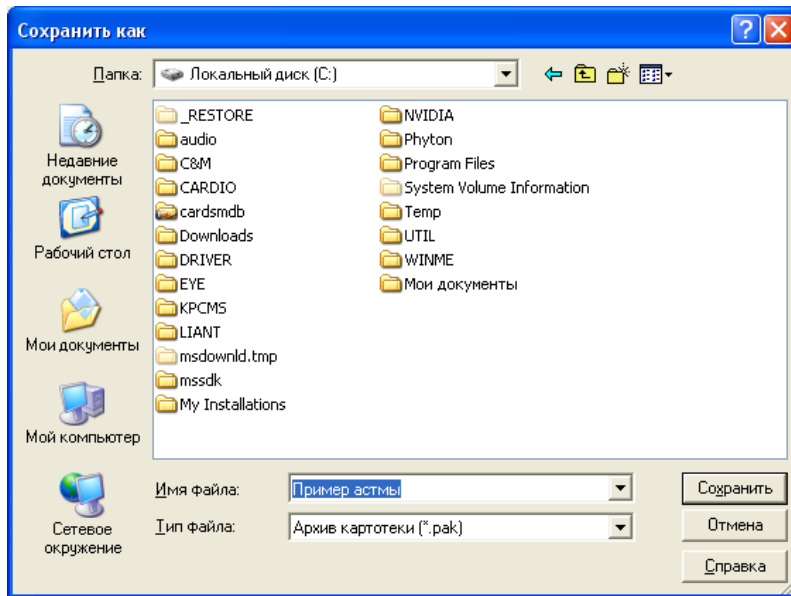

Рис. 45
- Нажмите кнопку , в появившемся диалоговом окне укажите название файла для сохранения (рис. 45) и нажмите кнопку